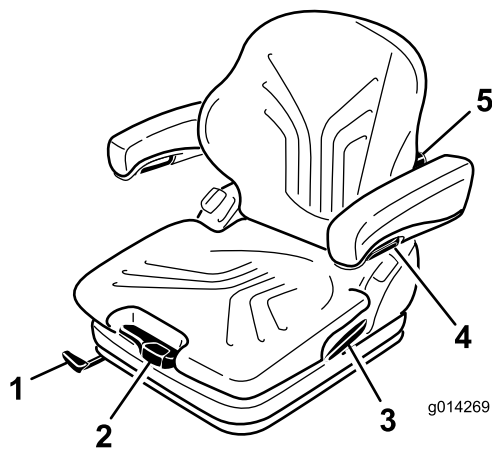

Figura 25
Il sedile viene regolato in base al peso del conducente tirando o premendo la leva di regolazione del peso (Figura 25).
1. Per eseguire una regolazione, tirate verso l'alto la leva e sbloccate il sedile (Figura 25).
Girando la manopola di regolazione verso l'alto è possibile variare la curvatura della parte superiore del cuscino dello schienale. Girando la manopola di regolazione verso il basso è possibile variare la curvatura della parte inferiore del cuscino dello schienale (Figura 25).
Per regolare l'altezza dei braccioli staccate il cappuccio tondo (Figura 25) dalla protezione, allentate il dado esagonale (13 mm) che si trova dietro di esso, regolate i braccioli secondo la posizione desiderata e serrate il dado. Riposizionate il cappuccio sul dado.
Per regolare l'angolo dei braccioli, girate la manopola di regolazione (Figura 25).
Tirate verso l'alto la leva di bloccaggio per liberare il fermo dello schienale (Figura 25). Quando liberate il fermo, non esercitate una pressione contro lo schienale.